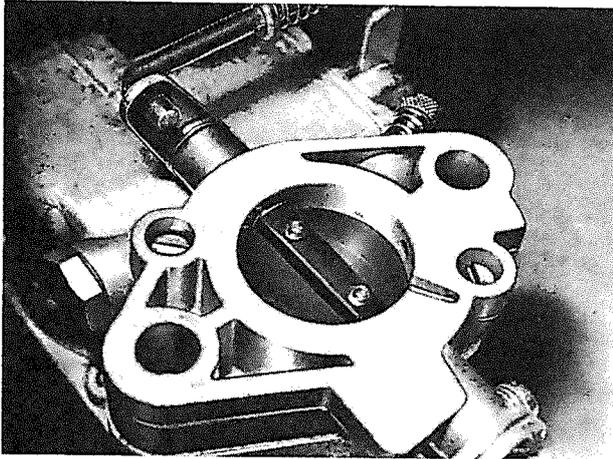

Bild 24
1. In der Nullstellung muß die Drosselklappe der Einfachvergaser so anliegen, daß die By-pass-Bohrungen, oberhalb der Leerlaufgemisch-Austrittsbohrungen, verdeckt sind. **Bild 24**